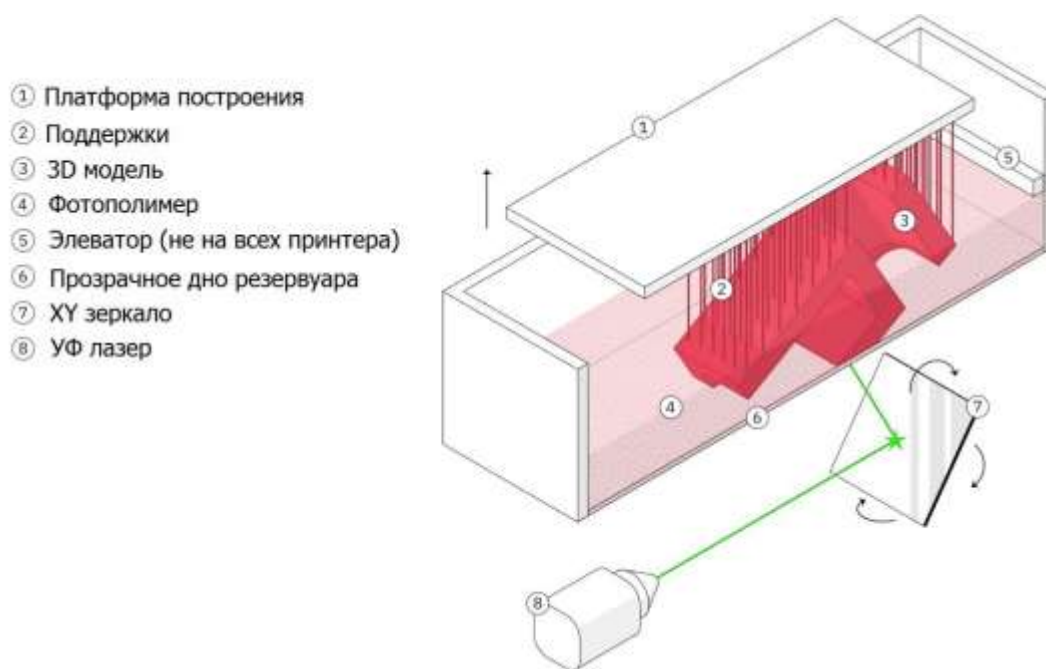

Рис. 1.1 Общий вид технологии SLA [1]
На рис. 1.1 – представлен общий вид технологии SLA. В резервуаре с прозрачным дном (6) и с жидким фотополимером (4), размещается платформа (1). Затем УФ-лазер (8), селективно отверждает некоторые области фотополимерной смолы. Лазерный луч фокусируется и проходит через зеркала (7). Далее происходит засветка всей площади модели (3). Поэтому полученная деталь получается полностью цельная, вместе с поддержками (2). Когда один слой спекся, платформа перемещается на безопасное расстояние, и лапка – элеватор (5) внутри ванночки перемешивает смолу.